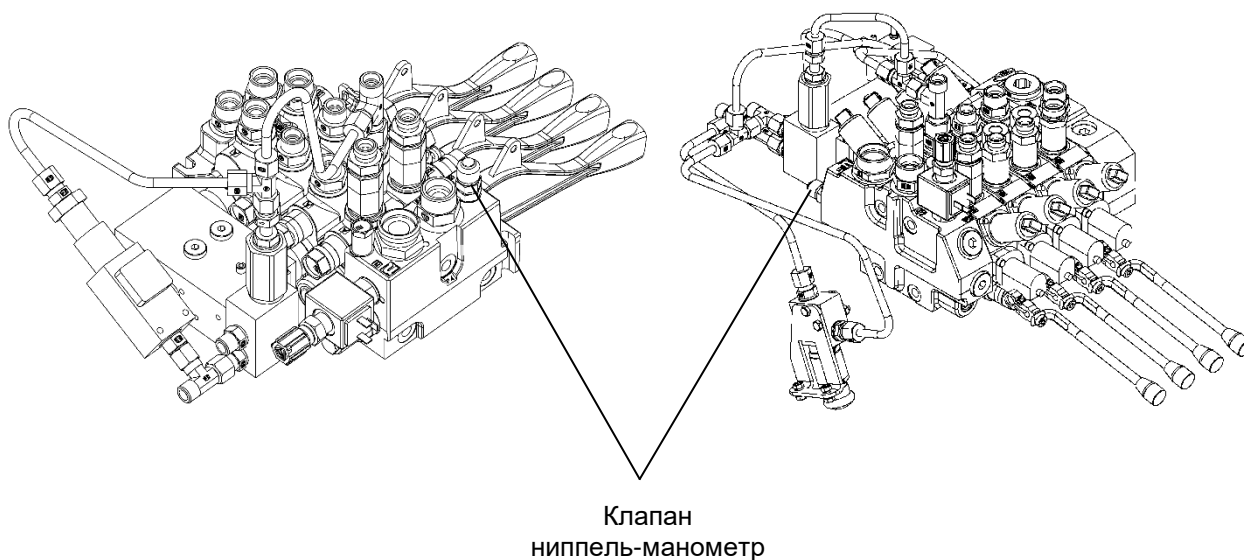

Рис.7: Расположение клапана ниппель-манометр
- ▶ Подключите к гидросистеме крана гидронасос машины технической помощи или аварийный ручной гидронасос (дополнительная опция, поставляется по особому заказу), через клапан ниппель-манометр (см. рисунок 7).